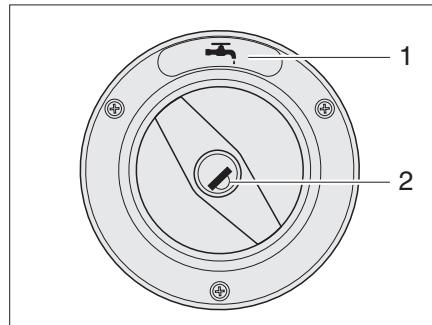
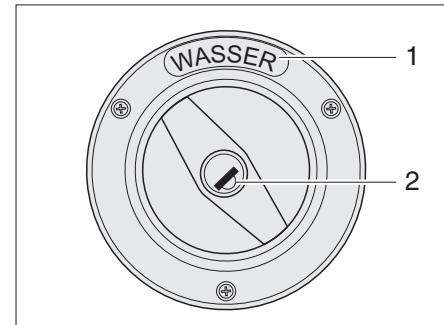

Figura 5 Tapa de cierre del tubo de llenado de agua potable (variante 1)
Figura 6 Tapa de cierre del tubo de llenado de agua potable (variante 2)
- ▷ El tubo de llenado de agua potable está marcado con el símbolo "faucet" (Figura 5,1) o el rótulo "WASSER" ("AGUA") (Figura 6,1).
- Introducir la llave en el cilindro de cierre (Figura 5,2 ó Figura 6,2) y girarla en sentido contrario a las agujas del reloj.